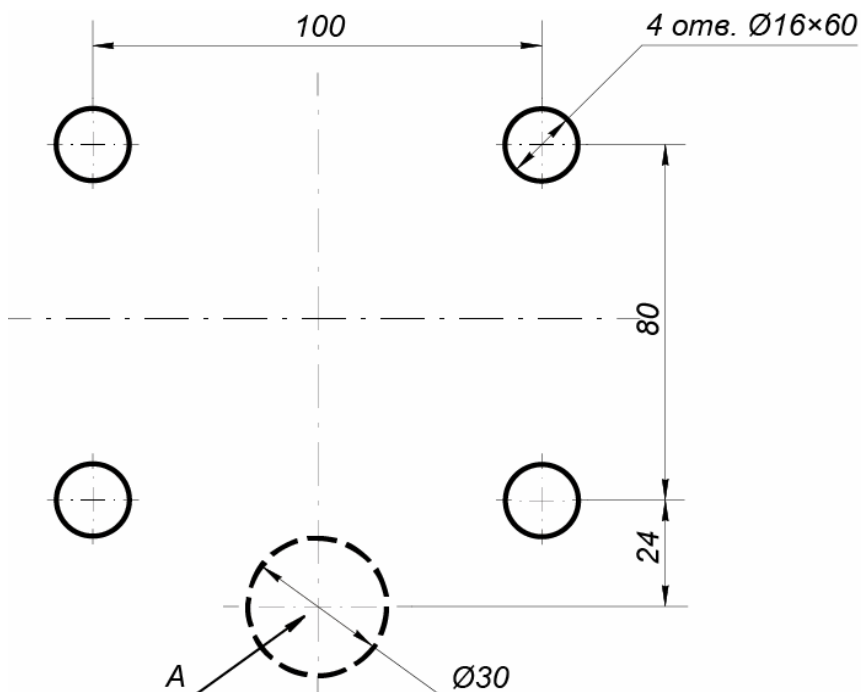

Рисунок 5 Схема разметки для установки картоприемника:
5. Аккуратно поднимите вверх крышку (4), закрепленную на каркасе картоприемника прижимами, и, не отключая кабеля считывателя, сдвиньте ее для обеспечения доступа к двум винтам, фиксирующим кожух (3). Ослабив винты, снимите с картоприемника кожух (3).
6. Переместите картоприемник на установочную поверхность таким образом, чтобы его основание (1) находилось рядом с зоной А (см. рисунок 5).